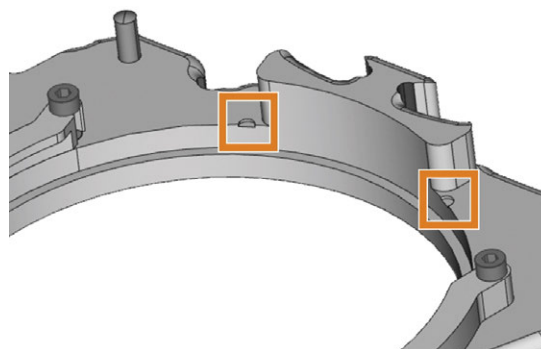

FIG. 30 LES ENCOCHES (MARQUÉES EN ORANGE) DOIVENT ÊTRE ALIGNÉES AVEC LES MARQUES BLEUES POUR UN REMONTAGE PLUS SÉCURITAIRE
- d. Si le disque a été marqué pour un remontage, tournez le disque jusqu'à ce que la marque soit alignée avec les encoches correspondantes (marquées en orange) du cadre de pièces brutes (Fig. 30 en dessous).